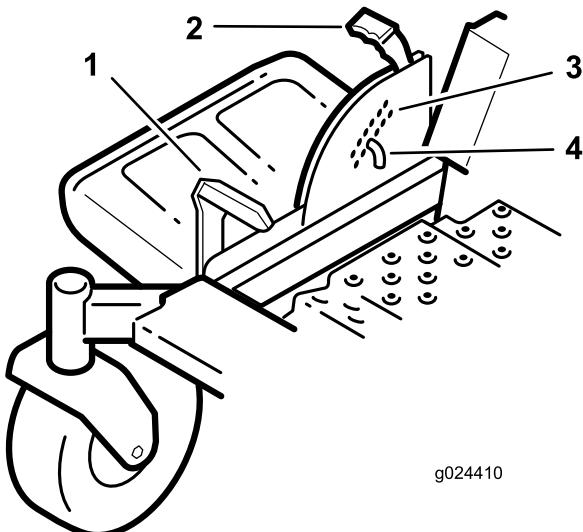

Figure 23
1. Appuyez sur la pédale de relevage du tablier avec le pied et relevez le tablier en position de verrouillage de transport (qui est aussi la position de hauteur de coupe de 114 mm [4,5 po]) (Figure 23).
2. Pour changer la hauteur de coupe, retirez l'axe du support de hauteur de coupe (Figure 23).
3. Placez l'axe dans le trou du système de hauteur de coupe correspondant à la hauteur de coupe voulue (Figure 23).